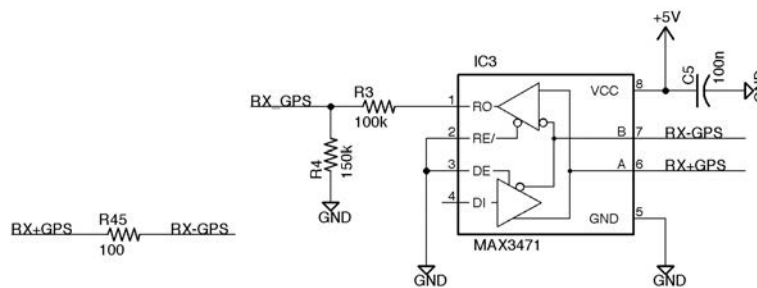

Figura 2.3.4. il ricevitore RS-485 della scheda SERIALS.
Dal momento che il dispositivo è alimentato con una tensione positiva di 5 V, il livello logico di uscita nello stato alto (1) è uguale a +5 V circa. È necessario pertanto ridurre questo livello ad una tensione di +3.3 V compatibile per essere accettata in ingresso dal microprocessore della scheda Netus G20. Questo viene ottenuto mediante l'ausilio del partitore di tensione costituito dai resistori R3-R4 visibile nella Figura 2.3.4. Si noti anche il resistore di terminazione in ingresso da 100 Ω (R45).